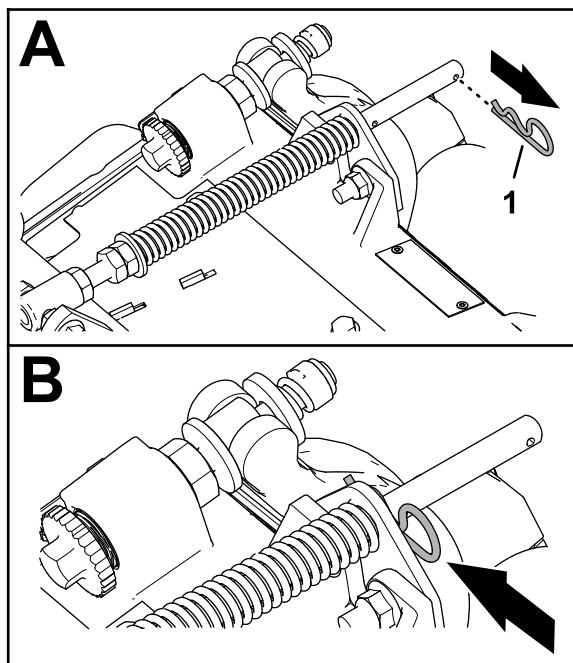

Bild 17
1. Wenn der Splint im hinteren Loch der Kompensierungsfederstange installiert ist, entfernen Sie den Splint und setzen Sie ihn in das Loch neben der Halterung ein (**Bild 17**).